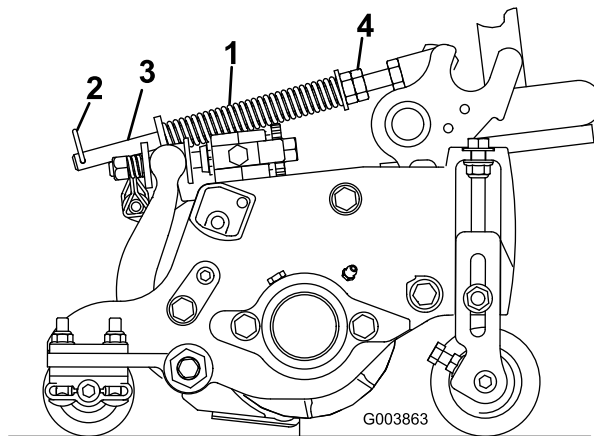

Figure 14
Le ressort de compensation (Figure 14) transfère aussi le poids du rouleau avant au rouleau arrière. (Cela évite la formation d'ondulations à la surface de la pelouse.)
1. Vérifiez que la goupille fendue est insérée dans le trou de la tige de ressort (Figure 14).
2. Serrez les écrous hex. sur l'extrémité avant de la tige de ressort jusqu'à ce que la longueur du ressort comprimé soit égale à 12,7 cm sur le Reelmaster 5210 & 5410 à plateaux de coupe de 5 pouces ou à 15,9 cm sur le Reelmaster 5510 & 5610 à plateaux de coupe de 7 pouces (Figure 14).